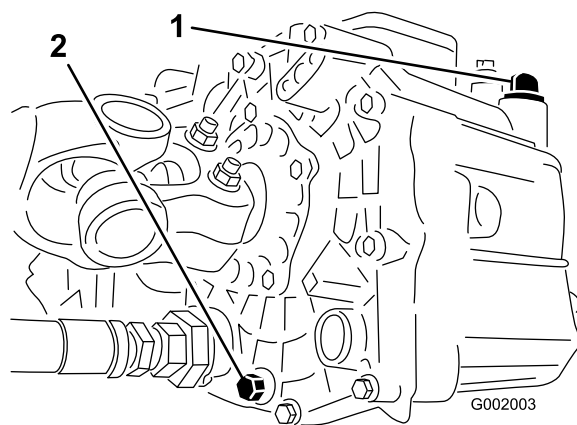

Figura 55
3. Togliete la valvola di spurgo situata sul fianco del serbatoio e lasciate defluire il fluido idraulico nella bacinella. (Figura 55).